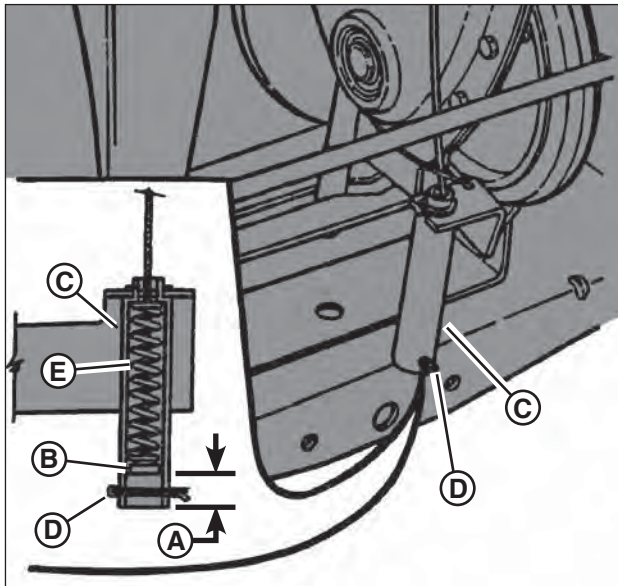

Figure 39: Régler le câble de frein
2. Mesurer la distance (A, Figure 39) entre l'extrémité du câble d'embrayage/frein (B) et le fond du carter (C). La distance mesurée ne doit ni être inférieure à 1,3 cm (1/2 po) ni supérieure à 1,9 cm (3/4 po).
REMARQUE : la goupille fendue et le ressort de frein (D et E, Figure 39) sont illustrés uniquement à titre de référence.
4. Ajuster le câble vers le haut ou vers le bas à l'aide des contre-écrous pour obtenir une distance de 1,3 cm (1/2 po) à 1,9 cm (3/4 po) entre l'extrémité du câble d'embrayage/frein (réglage illustré dans l'incrustation de la Figure 39) et le fond du carter.